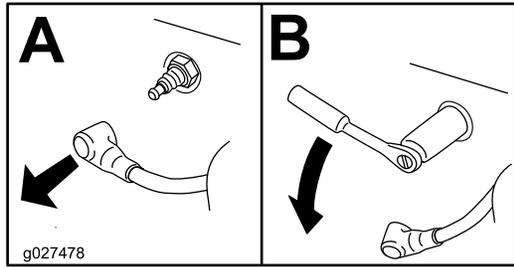

Figure 23
3. Enlevez la bougie (Figure 23).